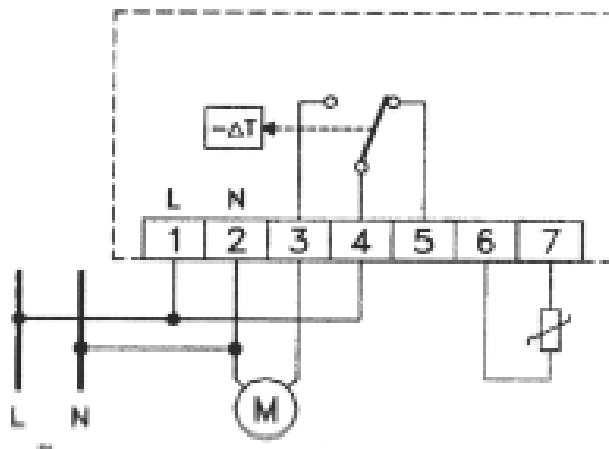

Рис.2 Схема подключения
4. Подключить термостат согласно схеме на Рис.2.